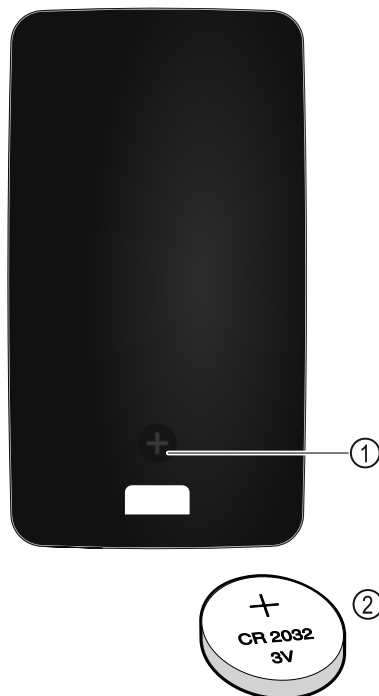

Fig. 230
Дистанционното управление се захранва от батерия тип CR 2032 с 3V Fig. 230 (2), която се предлага от специализирани търговци на дребно.
- Отвинтете винта Fig. 230 (1) на капака на дистанционното управление.